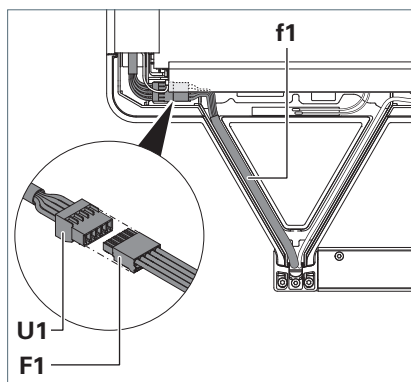

Fig. 16: Collegare la linea di alimentazione.
7. Rimuovere la morsettiera a perno **U1** dallo scomparto sotto il corpo refrigerante, vedere Fig. 16.